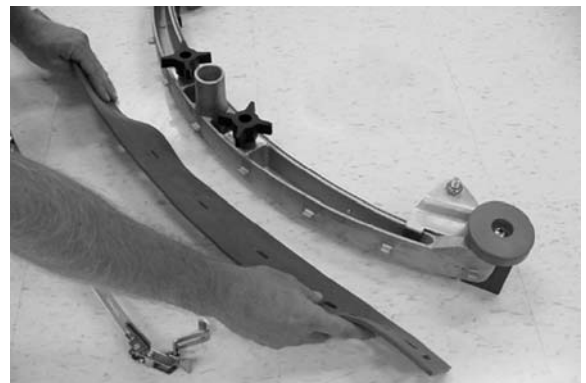

FIG. 45
- Faites pivoter la lame arrière pour obtenir un nouveau bord nettoyant et réinstallez la bande (Figure 45).